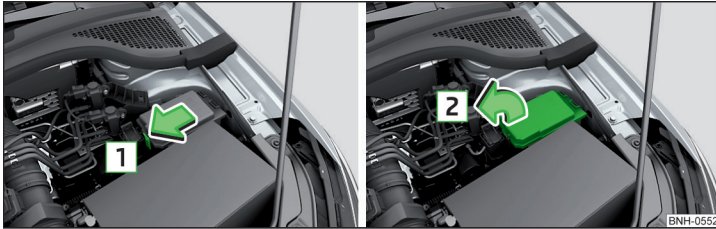
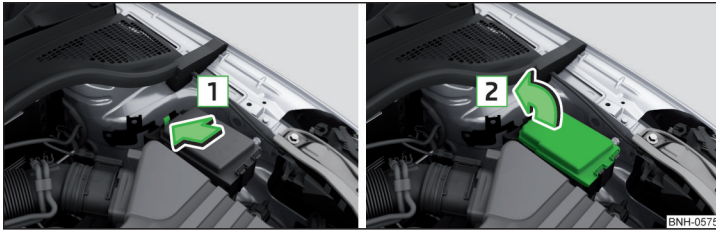

Abb. 261 Abdeckung des Sicherungskastens - Variante 1
Abb. 262 Abdeckung des Sicherungskastens - Variante 2
- Die Verriegelungstaste der Abdeckung in Pfeilrichtung **1** » Abb. 261 bzw. » Abb. 262 drücken und die Abdeckung in Pfeilrichtung **2** abnehmen.